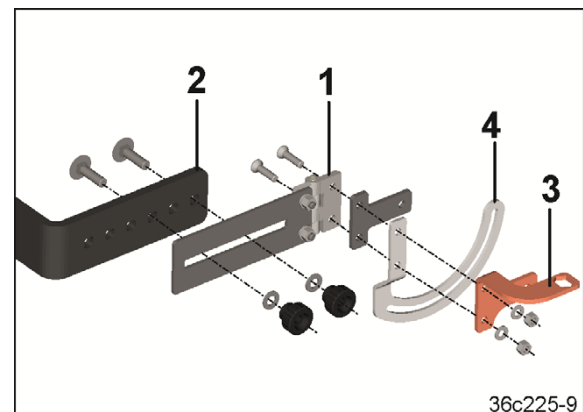

Fig. 114
4. Visser la pièce intermédiaire (Fig. 114/1) au support du bras supérieur (Fig. 114/2), au tronçon (Fig. 114/3) et la coulisse (Fig. 114/4) de l'aimant.